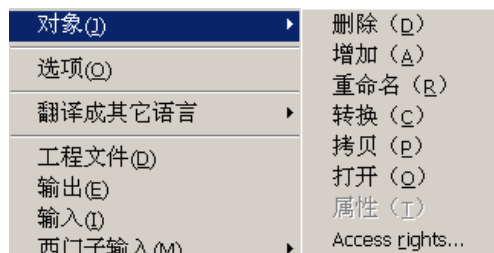

图 3-10 对象菜单
- 对象[J]：对所选中的对象作删除、增加、重命名、转换、拷贝、打开、设置操作权限等操作(也可在程序名处击右键菜单)，如图 3-10。